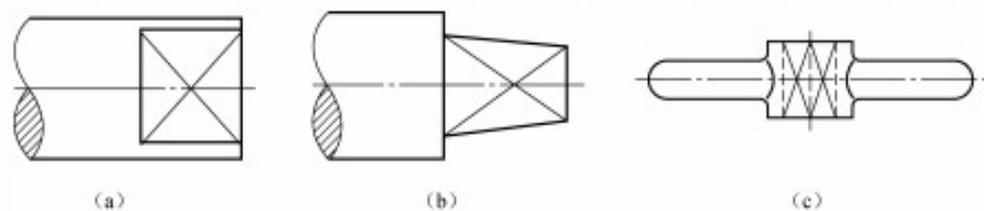

图 4-50 平面的简化画法
- ❖ (7) 当回转体上的平面在图形中不能充分表达时，可用两条相交的细实线表示这些平面，如图 4-50 所示。